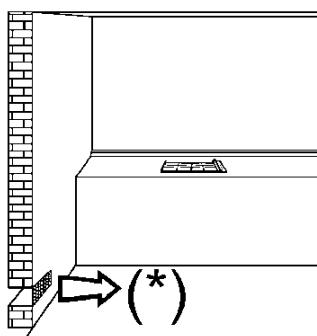
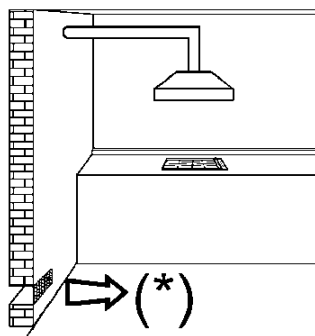
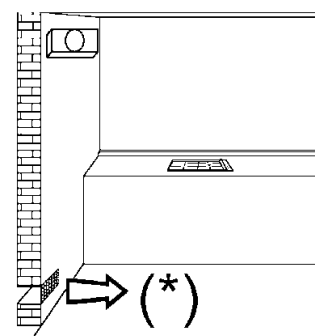

FIG. 3
FIG. 4
FIG. 5
- *l'utilisation d'un appareil de cuisson à gaz produit de la chaleur et de l'humidité dans le local où il est installé. Il faut donc assurer une bonne aération du local sans encombrer les ouvertures de ventilation naturelle (fig. 3) et activer le dispositif mécanique d'aération (hotte d'aspiration ou électro-ventilateur fig. 4 et fig. 5).*
Le local où est installé l'appareil doit être ventilé en permanence pour garantir le bon fonctionnement de l'appareil. La quantité d'air nécessaire est celle utilisée par la combustion des gaz et par la ventilation de la pièce dont le volume devra être au moins de 20 m³. L'aération naturelle directe doit être assurée par des ouvertures permanentes d'une section minimum de 100 cm² (voir fig. 3) aménagées sur les parois extérieures de la pièce. Il ne doit pas être possible d'obstruer ces ouvertures.
Les tables de cuisson doivent toujours évacuer les produits de la combustion dans des hottes reliées à des conduits ou débouchant directement à l'extérieur (voir fig. 4). Lorsqu'il n'est pas possible de monter une hotte, vous pouvez utiliser un ventilateur installé sur la fenêtre ou sur une paroi donnant vers l'extérieur, dans le respect des normes en vigueur sur l'aération de la pièce. Ce dispositif sera mis en marche en même temps que l'appareil (voir fig. 5).